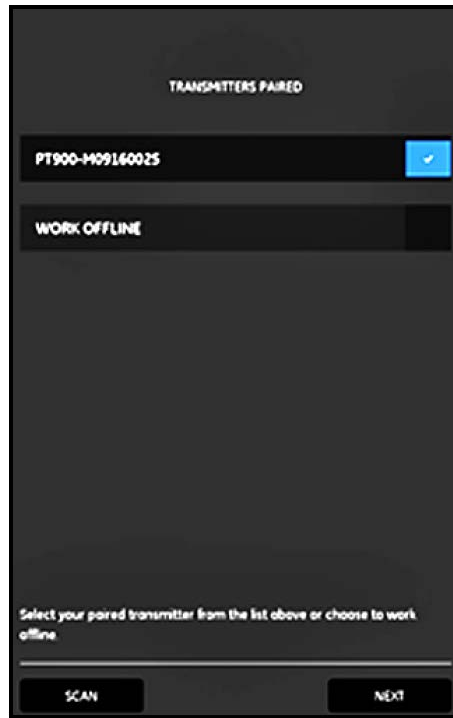

图 67: 已配对的传送仪列表
PT900 传送仪，并单击下一步打开主菜单。例如，在下面图 67 的列表中选择 PT900-M09160025 传送仪。
**注释：** 需要时，您可以不连接到传送仪来模拟 APP 操作。如需进行此操作，请单击上面图 67 中的脱机工作选项。